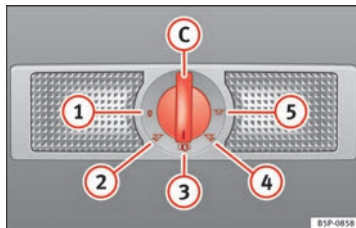

Abb. 76 Ausschnitt aus Dachhimmel: Innenleuchte und Leseleuchten hinten
Mit dem Schalter ⇒ Abb. 76 C können Sie folgende Positionen wählen:
Steht der Schalter auf der Position ⇒ Abb. 76 ①, sind die Innenbeleuchtung und die Leseleuchten ausgeschaltet.